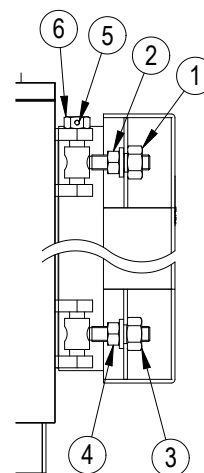

fig. 10
5.6.2 Pour les modèles PREXTherm RSW 720N+1060N (Fig. 10)